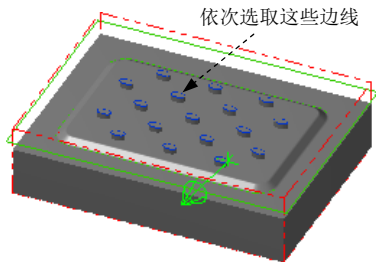

图 25.29 选取区域
Step2. 选择下拉菜单 **刀具路径(T)** → **外形铣削... (C)...** 命令，系统弹出“串连选项”对话框。
Step3. 设置加工区域。在图形区中依次选取图 25.29 所示的边线，箭头方向如图 25.29 所示（若方向不同可单击“串连选项”对话框中的  按钮）。单击  按钮，完成加工区域的设置，此时系统弹出“2D 刀具路径-外形铣削”对话框。